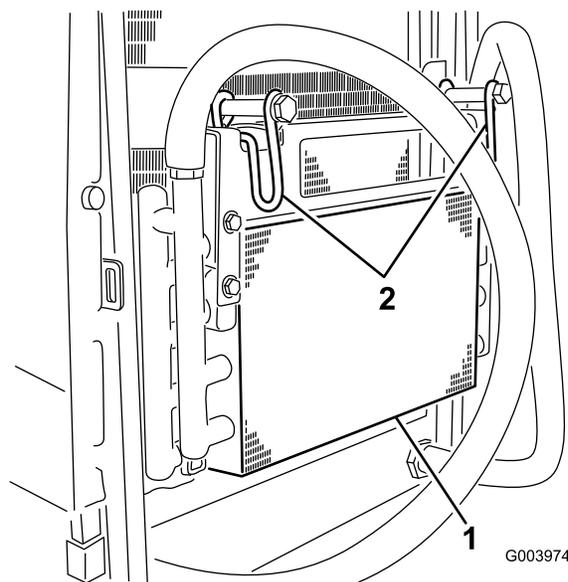

Figura 72
5. Articule os trincos para dentro para libertar o arrefecedor do óleo (Figura 72).